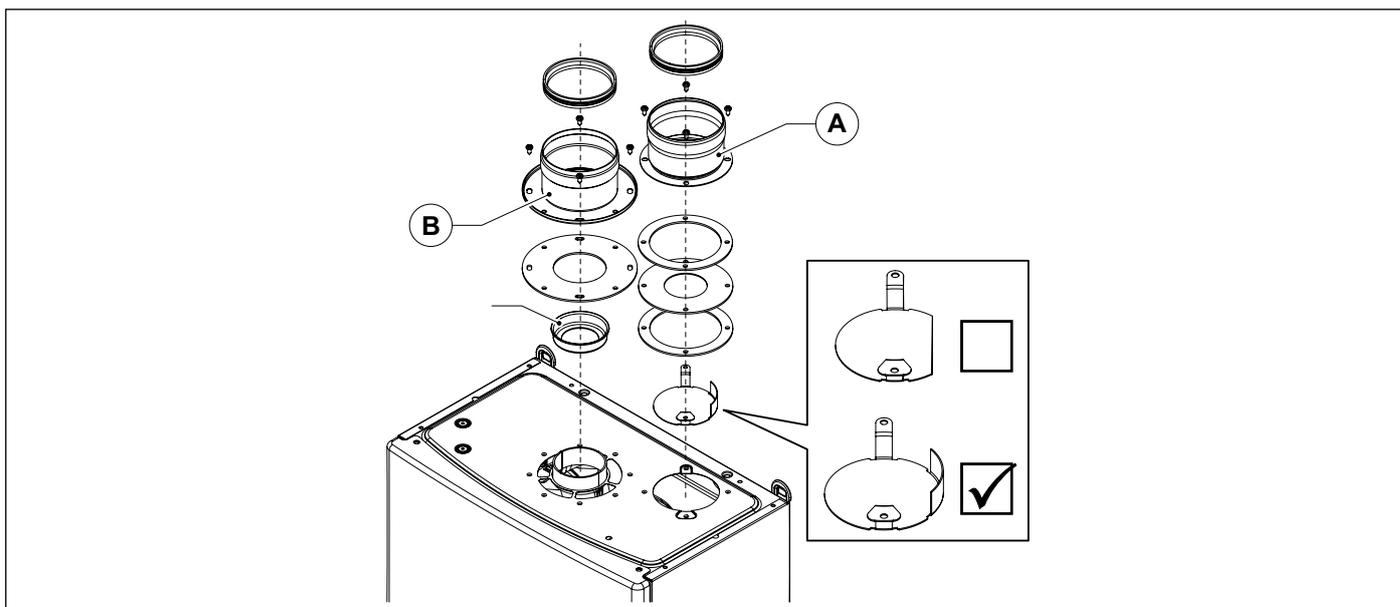

Fig. 21 Kit de separación OSDOPPIA13
- Instalar el deflector de aire estándar. (ver Fig. 21 Kit de separación OSDOPPIA13)